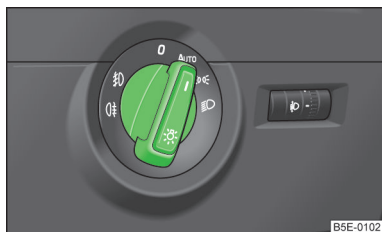

Fig. 30
- ✓ L'interruttore luci si trova nella posizione 0 o AUTO » fig. 30 a pagina 62.
Se l'interruttore delle luci si trova in posizione **AUTO** » **fig. 30**, si accenderanno o si spegneranno automaticamente le luci di posizione, le luci anabbaglianti e le luci della targa.
- » Ruotare l'interruttore luci in posizione **AUTO** » fig. 30 a pagina 62.